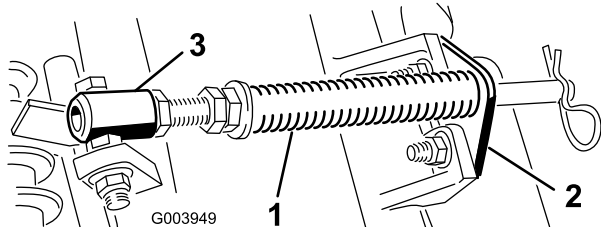

Figura 5
A. Retire los 2 pernos de cuello cuadrado y las tuercas que sujetan el soporte de la varilla a las pestañas de la unidad de corte (Figura 5).
B. Retire la tuerca con arandela prensada que fija el tornillo de caperuza del tubo del muelle a la pestaña del bastidor de tiro (Figura 5). Retire el conjunto.